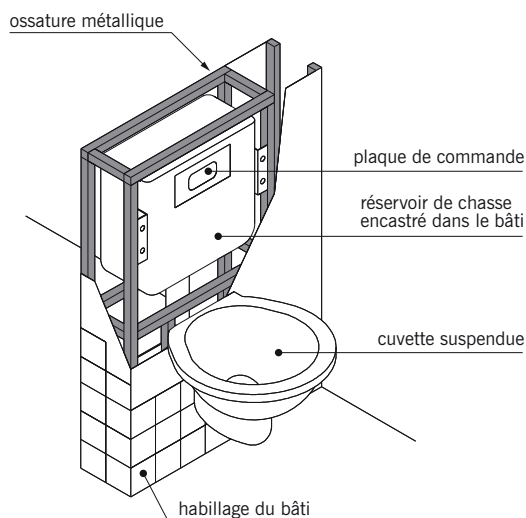

fig. 14.34
■ Le **W-C** (de l'anglais *Water-Closet*) appelé aussi **W-C à siège**, **W-C à l'anglaise** ou **cuvette de W-C** : appareil sanitaire en grés émaillé ou en porcelaine, alimenté en eau et destiné à recueillir les déjections humaines et à les évacuer à l'égout. Un WC à poser comprend habituellement une cuvette à évacuation verticale ou horizontale, un réservoir d'eau attenant et un **abattant** composé d'une **lunette** et d'un **couvercle** (fig. 14.33). Il existe des modèles de W-C à cuvette suspendue dont le réservoir est caché à l'intérieur d'une double cloison ou encastré dans un bâti support prévu à cet effet (fig. 14.34).